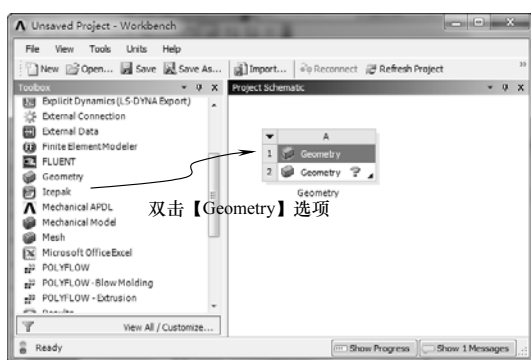

图 12-4 创建分析项目 A
3) 双击【Toolbox (工具箱)】中【Component Systems】下的【Geometry】选项，即可在【Project Schematic (项目管理区)】创建分析项目 A，如图 12-4 所示。